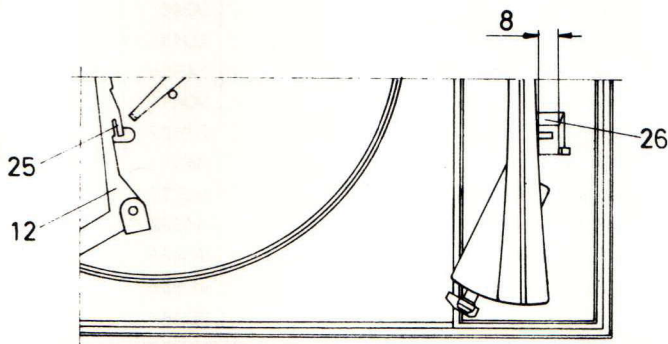

Fig. 15
JUSTERING AV STRÖMSTÄLLARENS TILLSLAG. FIG 15.
JUSTERA MEDELST SPÅRET (25) I START- OCH STOPPARM (12), SÅ ATT SLUTNING AV STRÖMSTÄLLAREN SKER INNAN NÅLSPETSEN NÅR KANTEN PÅ EN 30 CM:S SKIVA. STRÖMMEN SKALL BRYTAS INNAN TONARMEN NÅR DET LÄGE SOM VI-SAS I FIG 15.